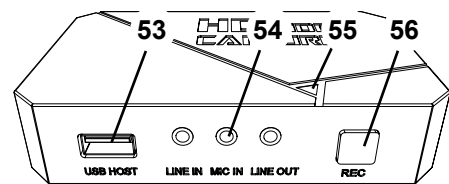

Abb. 35
- ⇒ REC-Taste (56, Abb. 35) am HDMI-Video-Recorder drücken.
- ◆ Die Signal-LED (55, Abb. 35) leuchtet rot.
- ⇒ Mikrofon-Kabel des Headsets (rosa Stecker) in Anschluss MIC IN (54, Abb. 35) (rosa Kennzeichnung) einstecken.